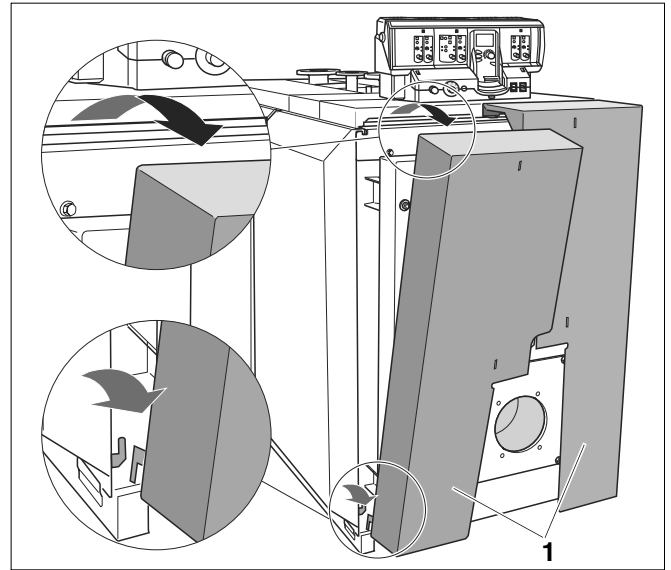

Fig. 44: Demontarea izolației ușii arzătorului
- Se demontează izolația ușii arzătorului (fig. 44, **poz. 1**) de pe mantaua cazanului. Pentru aceasta, se ridică ușor izolația ușii arzătorului și se trage în față.